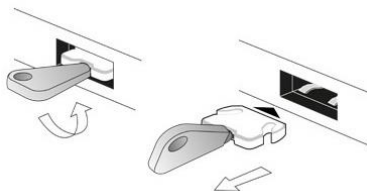

Figura 10:
3. Rotiți cu grijă cheia de deblocare spre stânga (*Figura 10*).